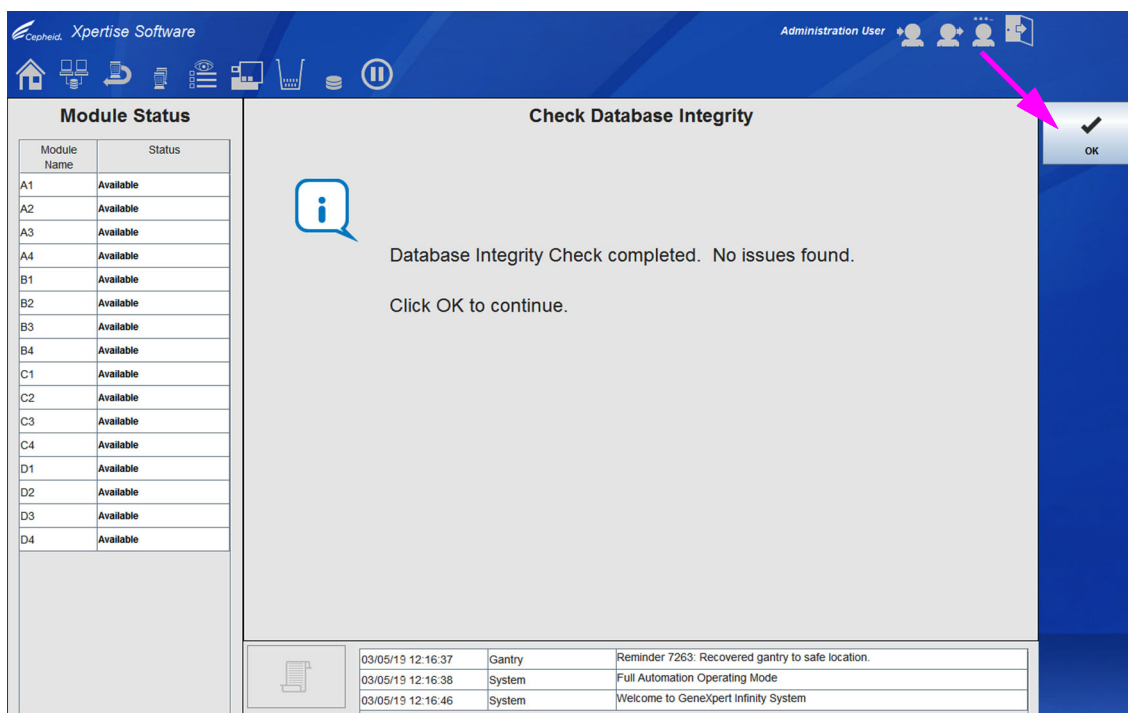

图 5-162. 数据库完整性检查工作区完成确认
- 如果发现错误，选择**继续 (PROCEED)** 按钮以修复数据库。完成数据库完整性检查后，数据库完整性检查 (Database Integrity Check) 工作区将指示完整性检查已经完成。请参见图 5-162。
- 选择**确定 (OK)** 按钮。请参见图 5-162。